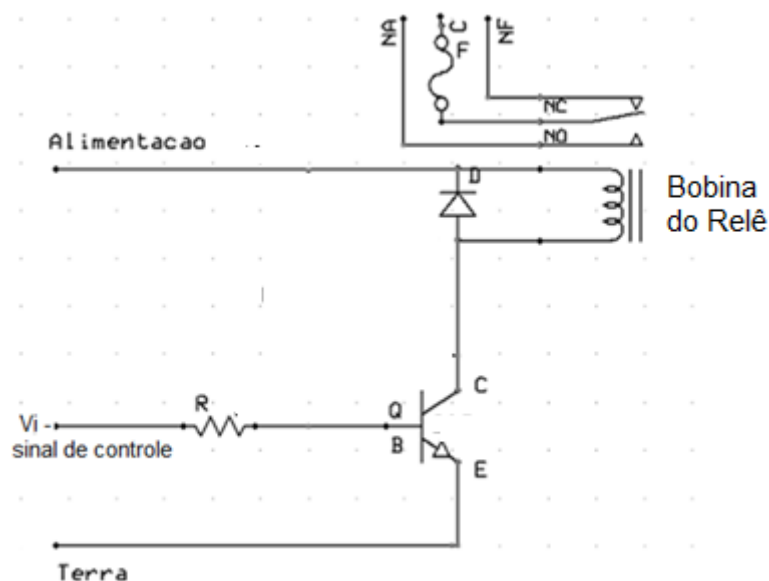

Figura 3 – Esquema para acionamento de um relê.
- Estudo do funcionamento do circuito da Figura 3.